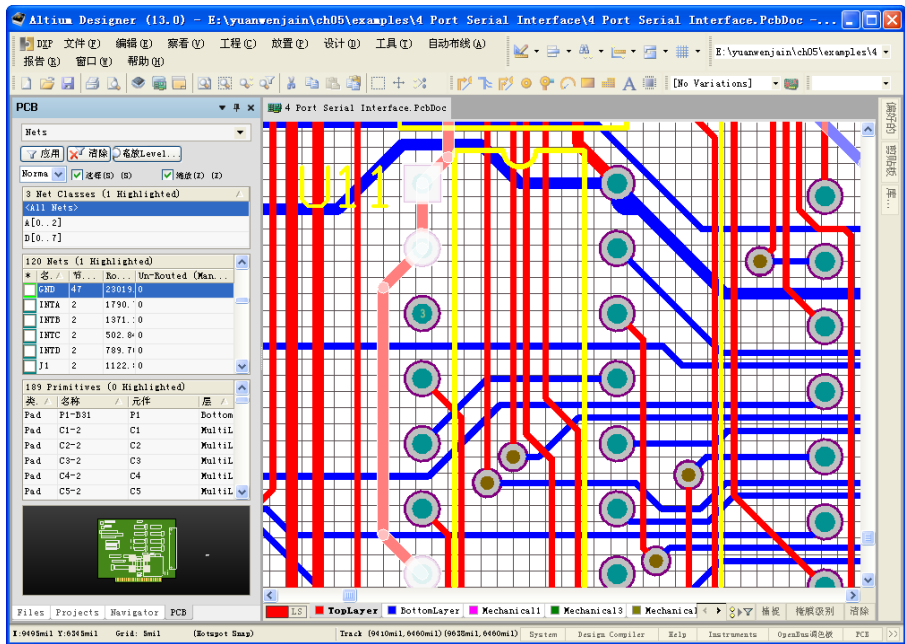

图 7-10 D0 网络对象的定位显示
- “Primitives（图元）”列表框：每一个网络中的对象，如焊盘、导线或者过孔等。单击“Nets（网络）”列表框中的某一网络，即可在此列表框中显示该网络中包含的对象信息。如图 7-10 所示为 D0 网络对象的定位显示。